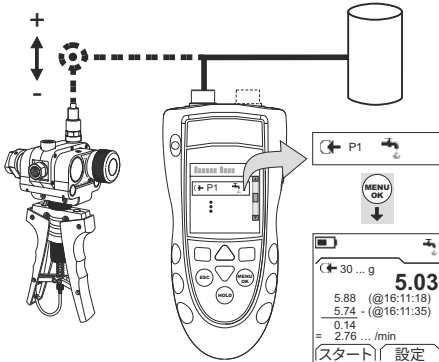

図3: 構成例 - リークテスト
1. 本計器を接続し (図 3)、必要に応じてセットアップ (表 1) を調整します。